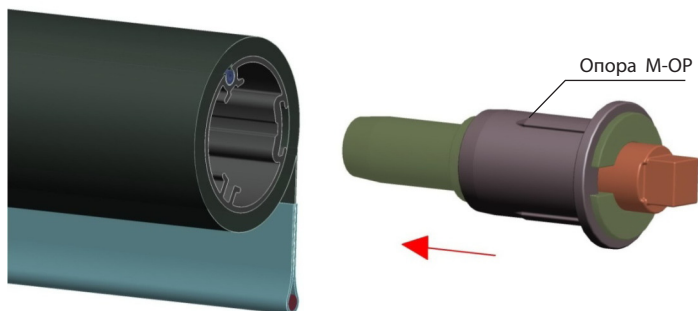

Рис. 8. Установка опоры M-OP
3.1.1 Установить в вал с полотном M-TNR опору M-OP (рис. 8).